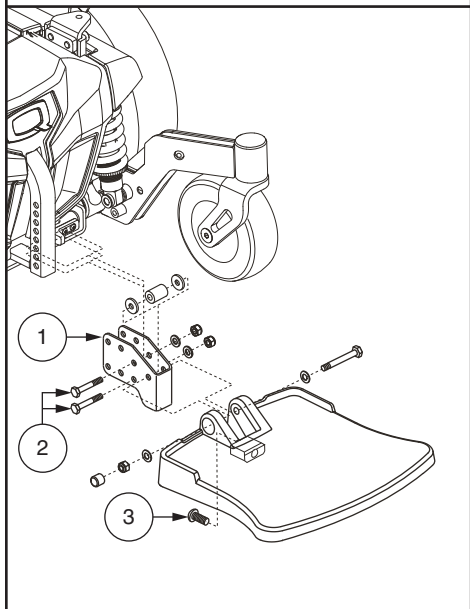

Figure 13. Ajustement de repose-pieds
1. Retirez les ferrures sur le support du repose-pieds. **Voir la figure 13.**
1. Relevez le repose-pieds pour trouver l'emplacement de la vis de réglage. **Voir la figure 13.**